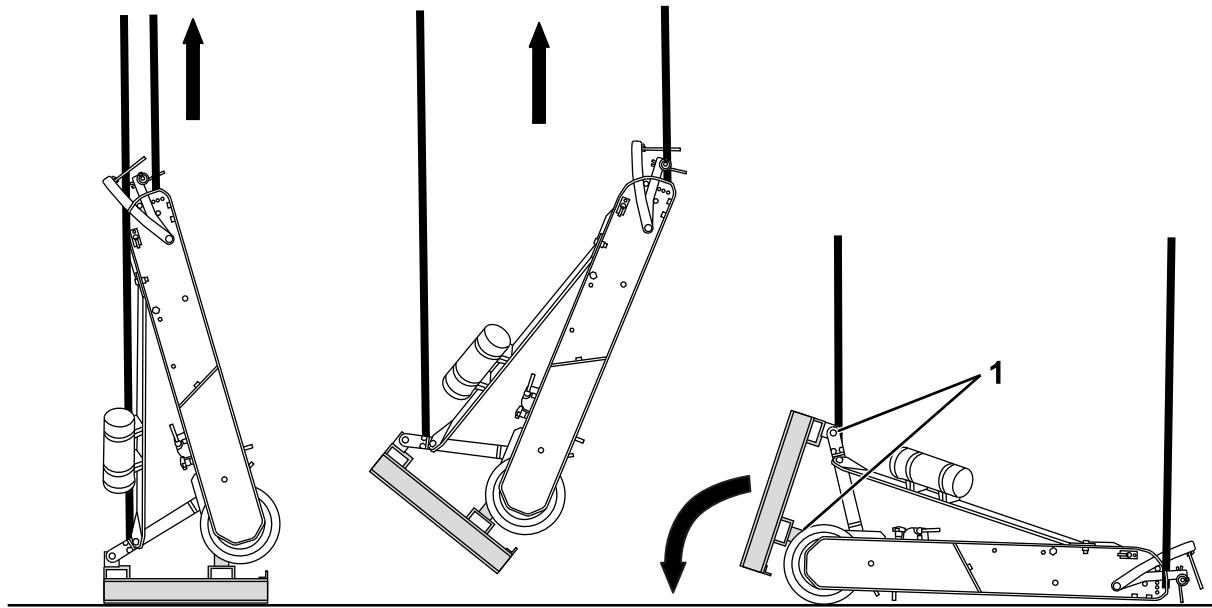

Figura 4
5. Baje el apero suavemente de manera controlada hasta que esté en el suelo, como se muestra en la Figura 4.